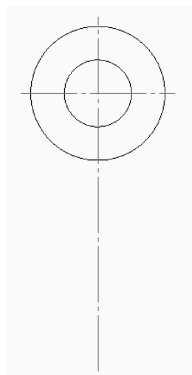
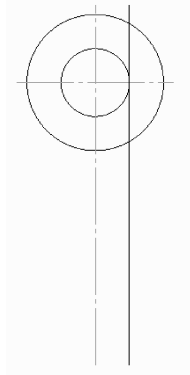
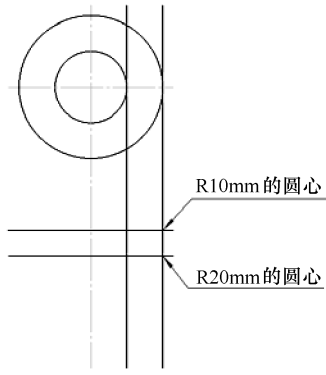

图 6-2 绘制 $\phi 20\text{mm}$ 和 $\phi 40\text{mm}$ 的同心圆
图 6-3 绘制距离为 10mm 的直线
图 6-4 确定 R10mm 及 R20mm 的圆心
1) 单击圆按钮 ，在弹出的立即菜单中选择【圆心_半径】和【直径】选项，在绘图区绘制直径为 $\phi 20\text{mm}$ 和 $\phi 40\text{mm}$ 的同心圆。使用中心线功能绘制出 $\phi 40\text{mm}$ 圆的中心线，并将中心线的垂直线延长，如图 6-2 所示。然后单击【平行线】按钮，在弹出的立即菜单中选择【偏移方式】和【单向】选项。根据提示选择垂直线，通过键盘输入距离“10”，按回车键，操作结果如图 6-3 所示。使用同样的方法绘制出几根直线，如图 6-4 所示。